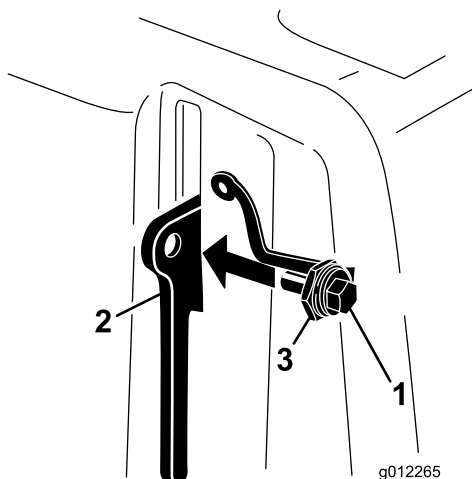

Figura 8
3. Enrosque el perno en la palanca de enganche (Figura 8).